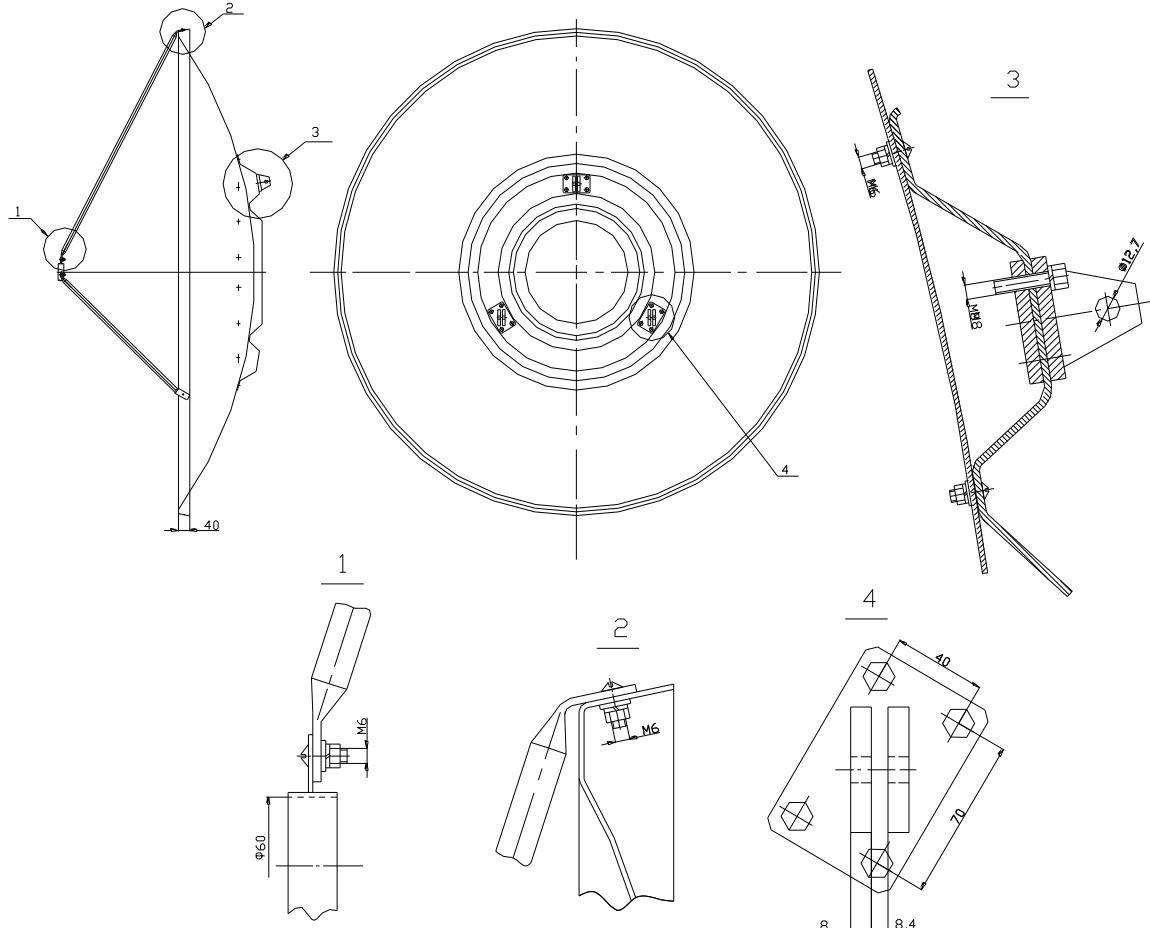

Рис.2
Сборка антенны производится в соответствии с рис. 2.
- разобрать кронштейны (отвернуть болты) и закрепить кронштейны на подзеркальнике согласно (Рис.2, узел.3) , установив резьбовую пластину с внутренней стороны, а кронштейны с наружной стороны подзеркальника;
- совместить отверстия в подзеркальнике с отверстиями в рефлекторе и закрепить винтами M6 x 16 (см. Рис.2, узел.3).
4. Установить растяжки, для чего: закрепить один конец растяжки на рефлекторе винтом M6 x 16, а второй конец на держателе облучателя винтом M6 x 16 (см. Рис.2,узел 1 и узел 2).